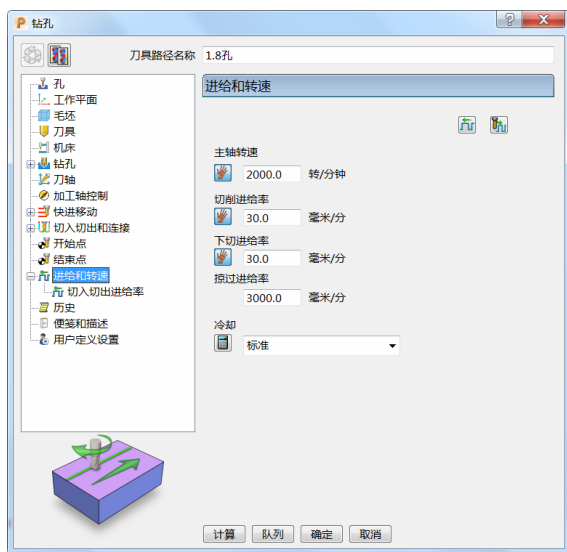
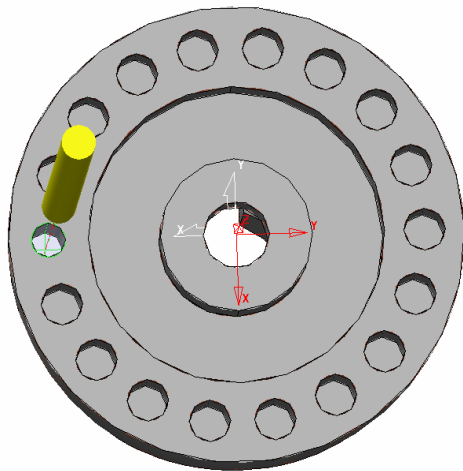

图 5-100
图 5-101
10) 进给和转速: 设定主轴转速 2000.0r/min、切削进给率 30.0mm/min、下切进给率 30.0mm/min、掠过进给率 3000.0mm/min, 标准冷却。(图 5-100)
11) 单击图 5-100 中的“计算”按钮, 刀具路径如图 5-101 所示。